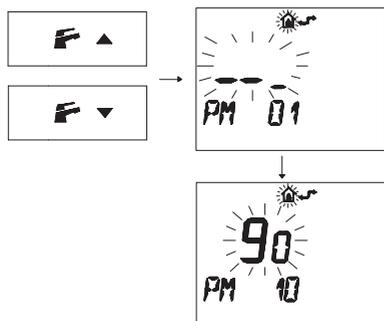

Figura 5.45
- Pulse los botones **F** ▼ o **F** ▲ para acceder al ajuste "**PM10**" de selección de la frecuencia de encendido (Figura 5.45).
En la Figura 5.45 se muestra un punto de consigna programado de **90**, equivalente a un tiempo